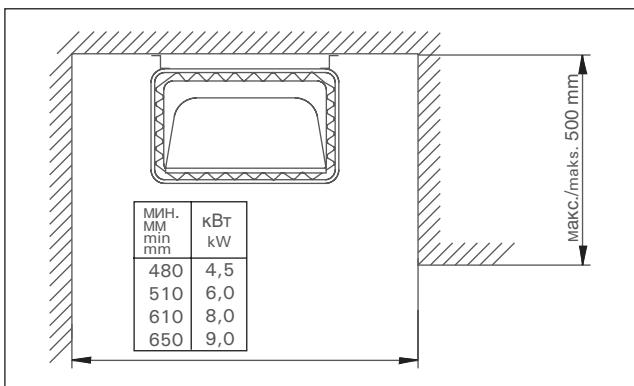

Рисунок 2. Установка каменки в нишу
- Каменку можно установить в нишу, высота которой мин. 1900 мм. См. рисунок 2.